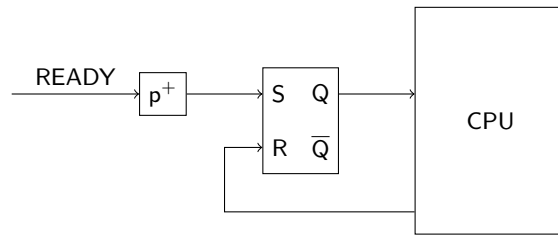

Figura 2: Rete per il riconoscimento di una nuova richiesta di interruzione.
- A livello hardware, dobbiamo intanto assicurarci che la CPU non veda due volte la stessa richiesta. Per come abbiamo descritto il meccanismo, infatti, quello che accade è che, non appena la CPU vede `READY` 1, salta alla prima istruzione della routine di servizio. Se questa istruzione non è esattamente quella che scrive in TBR, alla fine della sua esecuzione `READY` sarà ancora a 1 e, dunque, la CPU salterà nuovamente alla prima istruzione della routine di servizio, cioè quella appena eseguita, e così all'infinito. Questo problema può essere risolto in hardware con una rete come in Figura 2, in cui la richiesta viene trasformata in un impulso che setta un latch S/R. Il microprogramma della CPU provvederà a resettare il latch dopo aver visto la richiesta, in modo che il latch sia di nuovo attivo solo se arriva una *nuova* richiesta di interruzione.